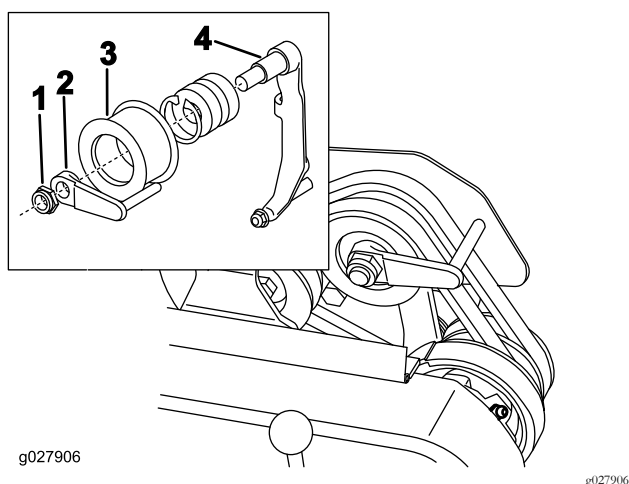

图41
8. 要在不启动发动机的情况下更容易推拉机器应按照以下所示的方法调节皮带导轨 图41 插入件。